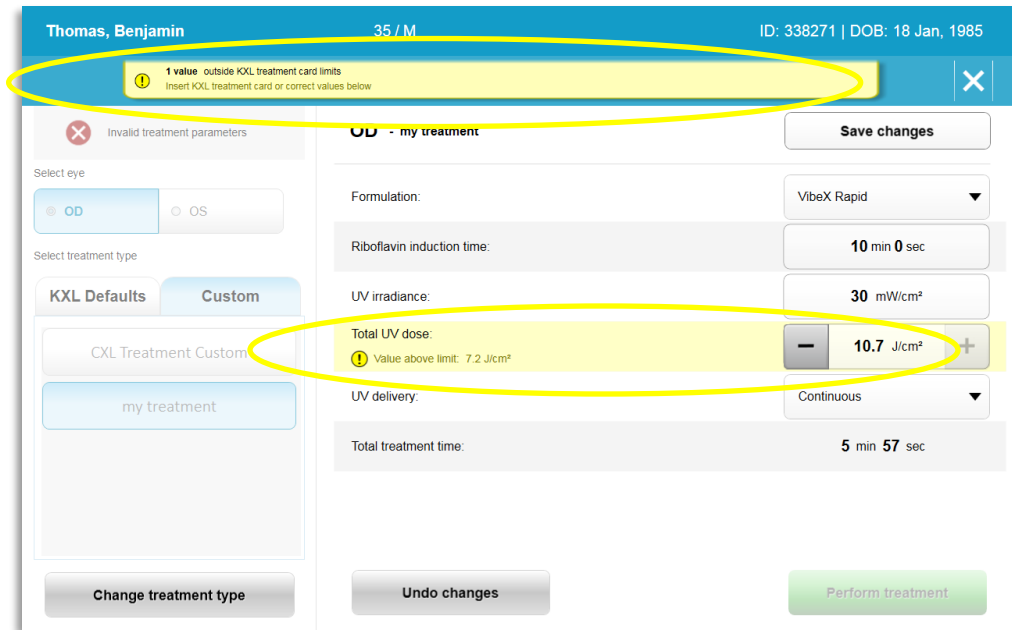

Figura 3-15. Parámetros de tratamiento no válidos
- Si no quedan tratamientos en la tarjeta, el sistema alerta al usuario de que introduzca una tarjeta distinta, tal como se muestra en la figura 3-15.